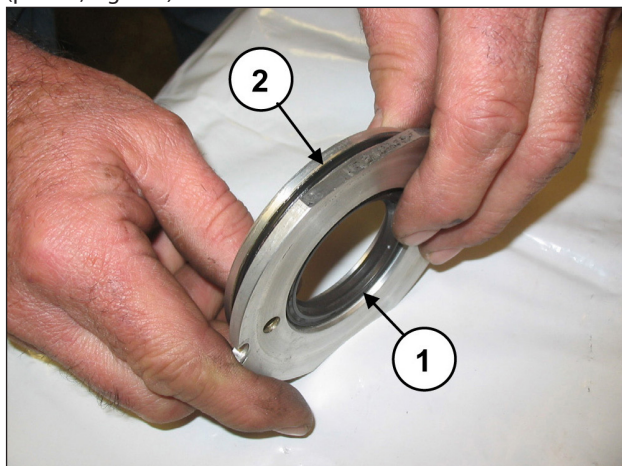

Fig. 141
Sustituir el retén (pos. ①, Fig. 141) y la junta tórica exterior (pos. ②, Fig. 141).